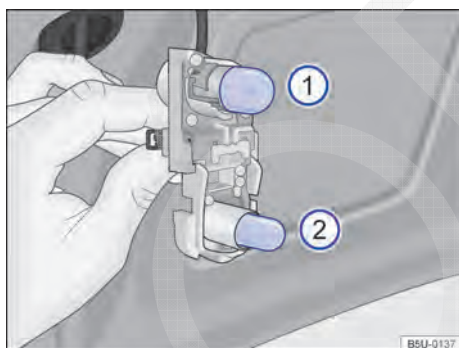

Fig. 172 No suporte das lâmpadas: localização das lâmpadas.
5. Para remover a lâmpada incandescente queimada **1** → Fig. 172, pressionar a lâmpada contra o suporte e girar, ao mesmo tempo, no sentido anti-horário.
6. Para remover a lâmpada incandescente queimada **2** → Fig. 172, puxar a lâmpada do suporte para removê-la.
A localização e a identificação das lâmpadas incandescentes → Fig. 172 estão relacionadas a seguir: